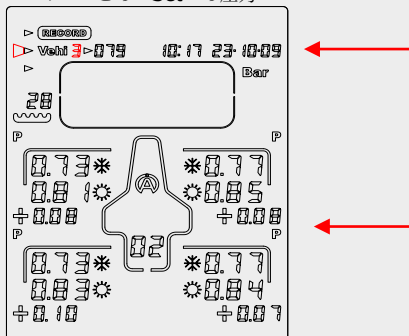

Figure 2
2) ボタン **▽** or **Ok** « Vehi » を選択 (figure 2)
3) ボタン **◀** or **▶** 車両番号を選択 (figure 2)